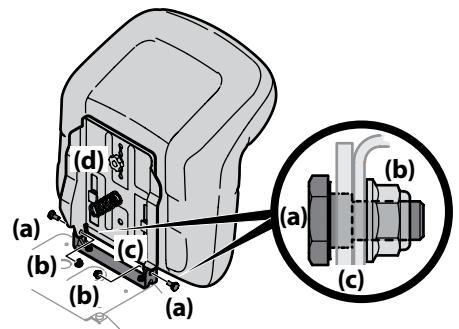

Figura 2-7
- Instale los dos pernos con reborde (a) y las tuercas de seguridad (b) que extrajo del soporte de montaje (c) del asiento en el Paso 1. Consulte la Figura 2-7.
- Para ajustar la posición del asiento, afloje las dos perillas de ajuste (d) que están ubicadas en la parte inferior del asiento. Deslice el asiento hacia adelante o hacia atrás, según lo deseé. Vuelva a ajustar el perno de ajuste (d). Consulte la Figura 2-7.